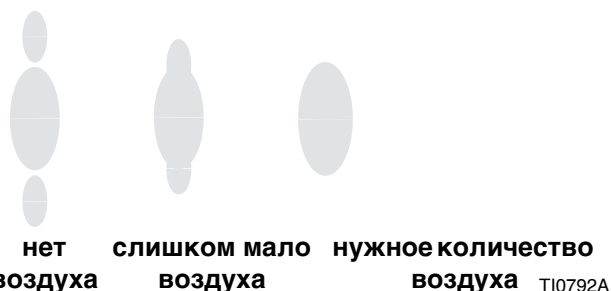

Рис. 8. Проблемы с Пятном Распыления
2. Смотрите Рис. 8. Установите давление воздуха на 5 фунт на кв. дюйм (0,35 бар, 35 КПа) при нажатии на курок пистолета. Посмотрите пятно распыления и затем медленно увеличивайте давление воздуха для полного распыления хвостов и их затягивания в пятно распыления. Давление воздуха, подаваемого на пистолет, не должно превышать 100 фунтов на кв. дюйм (0,7 МПа, 7 бар).